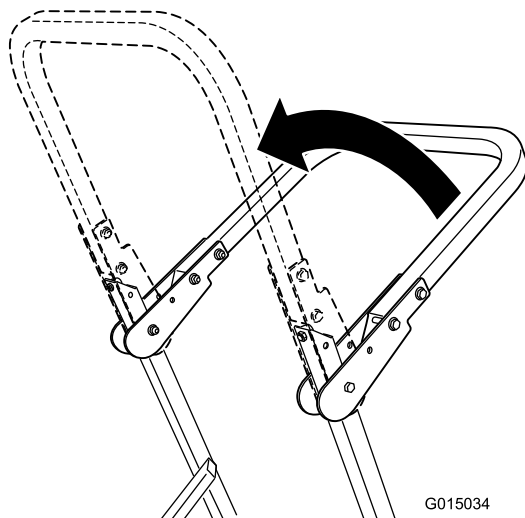

Figura 2
2. Eleve a barra de segurança para a posição superior (Figura 2).